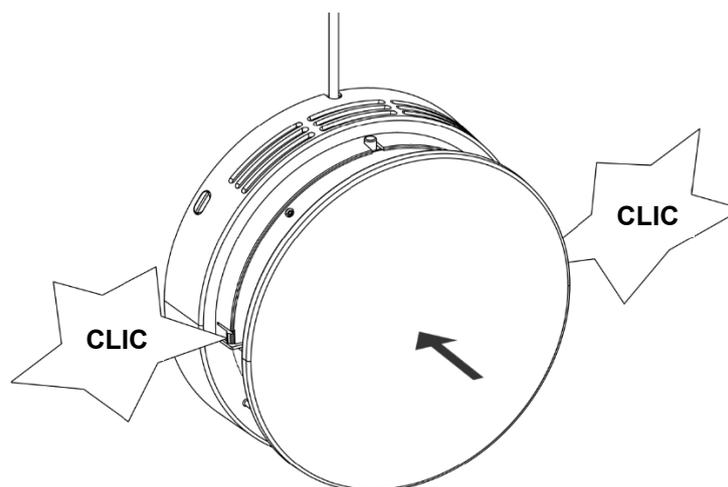

Figure 44 - Couvercle intérieur monté sur la centrale
Cliquez le couvercle intérieur (7) sur le chapeau de la centrale (voir Figure 44 ci-dessous).